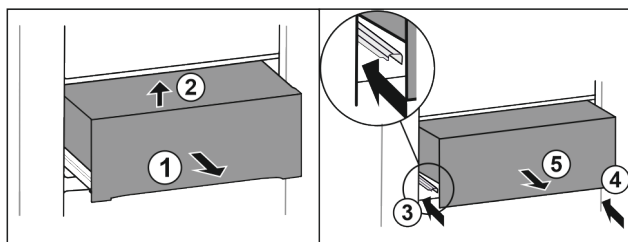

Fig. 36
- Витягніть ящик на половину. Fig. 36 (1)
- Підняти висувний ящик спереду. Fig. 36 (2)
- Вставити ліву рейку. Fig. 36 (3)
- Вставити праву рейку. Fig. 36 (4)
- Вийняти висувний ящик рухом вперед. Fig. 36 (5)